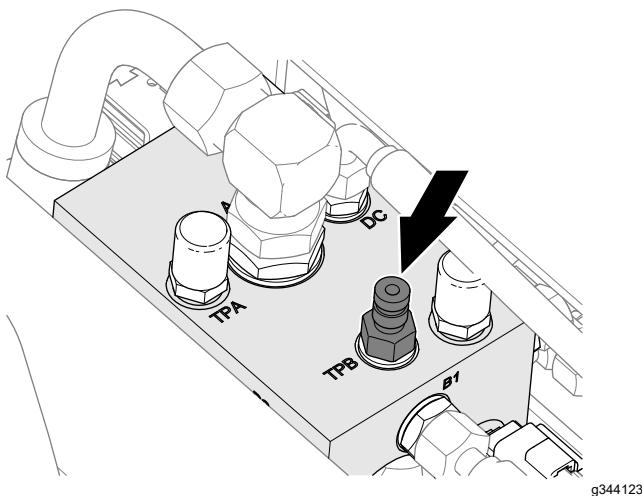

Bild 24
3. Montieren Sie das Prüfgerät am Minimess-Anschlussstück (Bild 24).